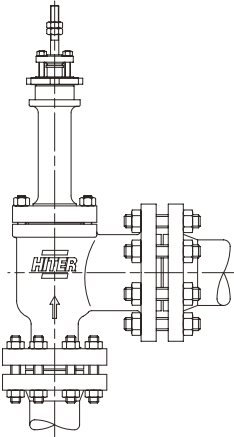

Fig. 1 - Instalação da válvula.
4.6 A posição de instalação deve ser de maneira que o atuador fique sobre a válvula e na posição vertical (fig. 1). Caso seja impossível, deve-se buscar a posição mais próxima da vertical. A posição horizontal deve ser evitada e em alguns casos deverá haver um suporte para o atuador.